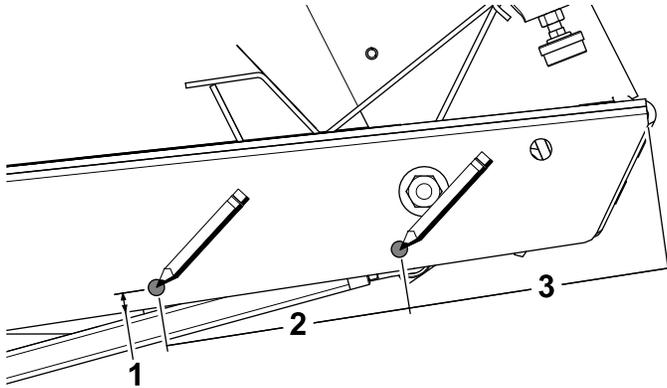

Bild 6
1. Ermitteln und markieren Sie die rechten Befestigungslöcher für die Pedalabdeckung (**Bild 6**).